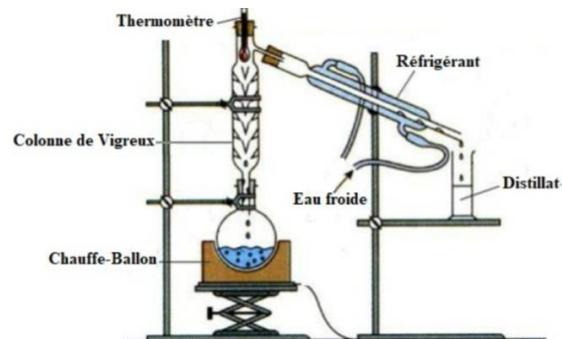

Figure 6: Schéma d'une distillation fractionnée
- **Distillation fractionnée:** Elle concerne un mélange de plusieurs liquides miscibles, elle utilise une colonne de séparation (ou colonne de Vigreux) pour séparer les différents constituants du mélange en fonction de leurs températures d'ébullition au niveau de chaque plateau de cette colonne (Figure 6).